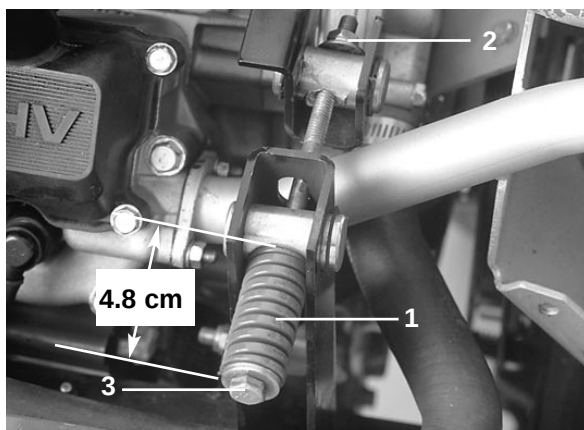

Fig. 26
2. Løsne strammestagets mutter (fig. 26).
3. Løsne remmens strammefjær (fig. 26) helt.
5. Sett den nye remmen på og trekk skivefjæren til til 48 mm (fig. 26).
6. Trekk til mutteren (fig. 26) og lukk panseret.